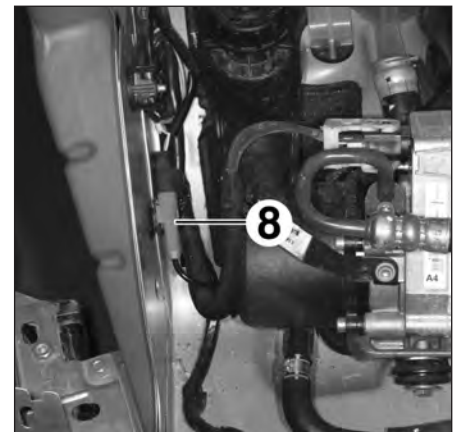

FIG.36
- Dégrafer puis débrancher le connecteur (8) (Fig.36).